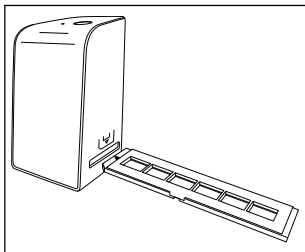

Abbildung 1
- ◆ Führen Sie nun die Negativhalterung **5** mit der Dreiecksmarkierung voran und sichtbar in den rechten Einschub **4** ein (siehe Abbildung 1).